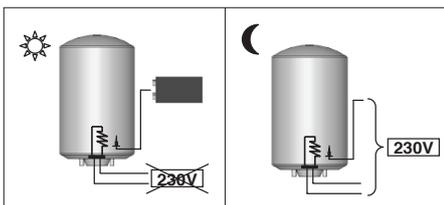

Abbildung 13 - PROfessional TECH Nacht-Stromversorgung + Akkumulator
① Nacht-Stromversorgung + Batterie
- > Widerstand ⇔ Nacht-Stromversorgung (ausschließlich, oder mit zwei Schaltzeiten) (Abbildung 13).